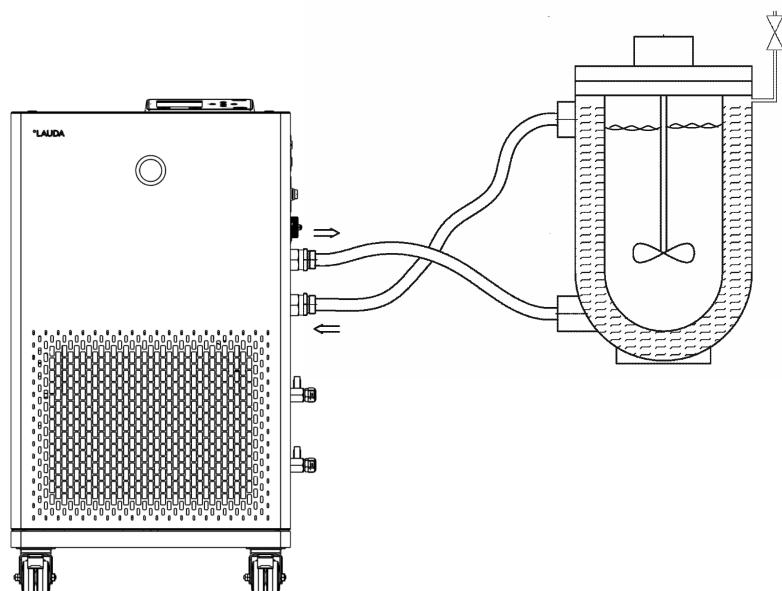

Fig. 11: Esquema de conexión con válvula de purga de aire
- En función del diseño de aplicación, una válvula de purga de aire puede simplificar significativamente el proceso de purga de aire. La válvula de purga de aire debe estar situada en el punto más alto del circuito (Fig. 11).
La aplicación externa debe conectarse de acuerdo con el esquema (Fig. 11) para que las burbujas de gas/vapor puedan eliminarse del sistema y sea posible un funcionamiento sin interrupciones. La alimentación de la bomba debe conectarse a la conexión inferior de la aplicación. La tubería de retorno hacia la boquilla de bomba debe conectarse a la conexión superior de la aplicación. De este modo, la aplicación fluye de abajo hacia arriba.